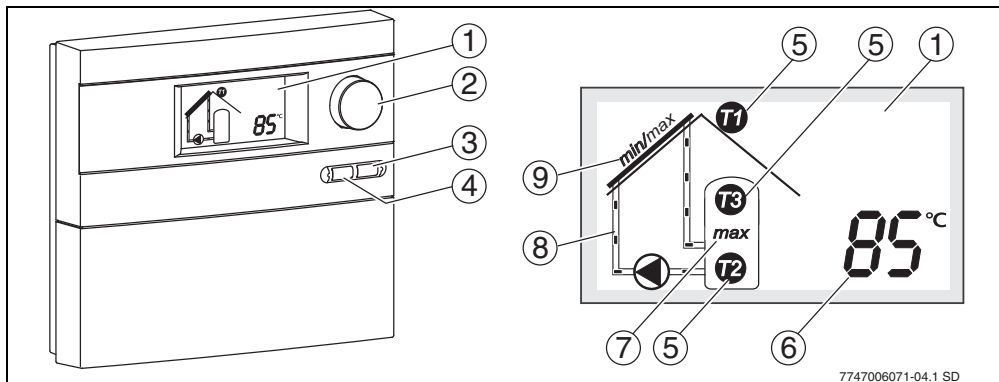

Fig. 10 Regolatore e display
Quando viene superata la differenza di temperatura impostata (necessaria all'avvio) e quindi rilevata dalle due sonde del sistema, il circolatore solare si attiva. Il display visualizza in maniera animata la circolazione nel circuito solare (→ fig. 10, pos. 8).
Funzionamento manuale «on» Funzionamento manuale «on» permette di attivare il circolatore solare per max. 12 ore. Sul display vengono visualizzate alternativamente le indicazioni «on» e il valore selezionato. Il display visualizza in modo animato la circolazione, nel circuito solare, del liquido termovettore (→ fig. 10, pos. 8). Le impostazioni di sicurezza, come ad es. la temperatura massima nel collettore solare, restano attivate. Dopo un tempo massimo di 12 ore il regolatore passa al funzionamento automatico. Funzionamento manuale «off» Il circolatore solare viene disattivato e il liquido termovettore è fermo. Sul display vengono visualizzati alternativamente le indicazioni «off» e il valore selezionato. Funzionamento manuale «Auto» Se viene superato il differenziale di temperatura di avviamento tra le due sonde di temperatura collegate, il circolatore solare si attiva. Il display visualizza in modo animato la circolazione, nel circuito solare, del liquido termovettore (→ fig. 10, pos. 8). Non appena si raggiunge il differenziale di temperatura necessario alla disattivazione, il circolatore solare si arresta.	on/off/Auto [off]